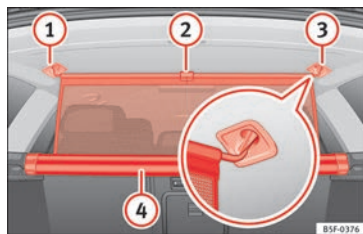

Abb. 166 Im Kofferraum: Trennwandnetz einhängen.
- Ziehen Sie die Lasche » **Abb. 166** **2** nach oben, um das Netz aus dem Einsatz **4** zu nehmen.